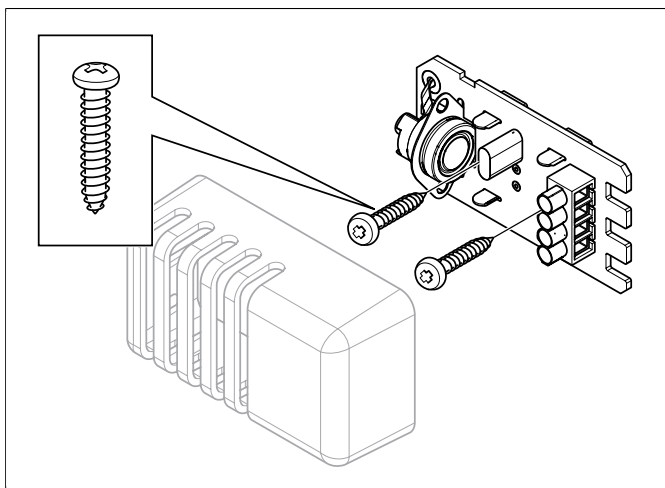

Abb. 14: Montage des Sensors
12. Befestigen Sie den Sensor an der Wand, siehe **Abb. 14**, Seite 6. Ziehen Sie die Schrauben vorsichtig an, damit die Platine nicht beschädigt wird.